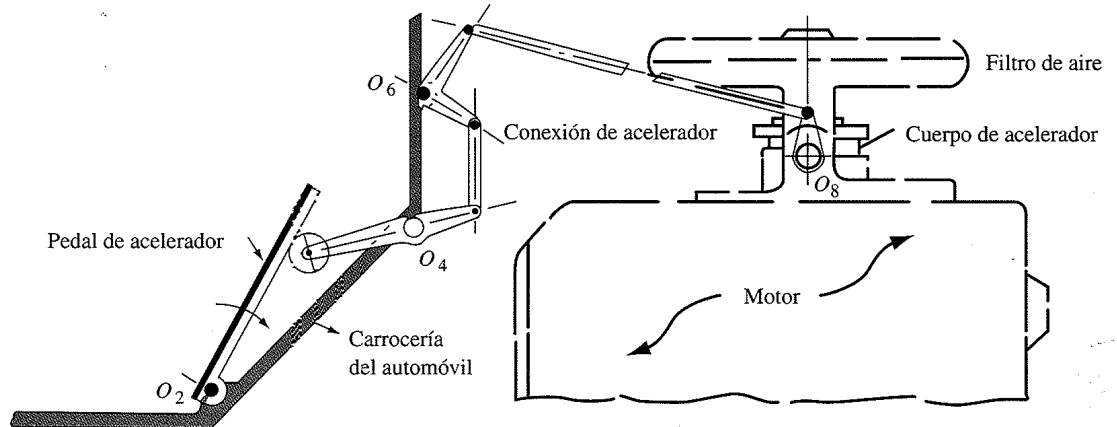

FIGURA P2-7 Problema 2-26 Adaptado de P.H. Hill y W.P. Rule (1960). *Mechanisms: Analysis and Design*, con autorización
- *2-26 Determine la movilidad del mecanismo de aceleración de automóvil mostrado en la figura P2-7.